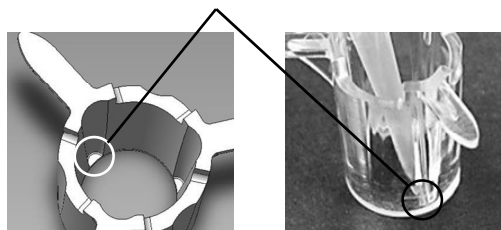

図2 ピペット止め構造
- 4) インサート内の培地を取り除く際は、インサート内壁にあるピペット止め構造(図 2)にピペット先端をつけて行くと細胞の剥がれが生じにくくなります。